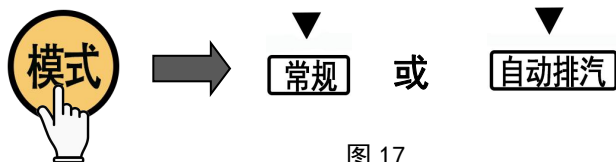

图 17
⑥快速冷却设置：可在按“启动”键前或灭菌程序结束前按下“快速冷却”键进行设置。选择此功能，机器将在排汽时启动快速冷却风扇加速排汽。
⑦模式选择：可切换常规或者自动排汽模式（图17）。